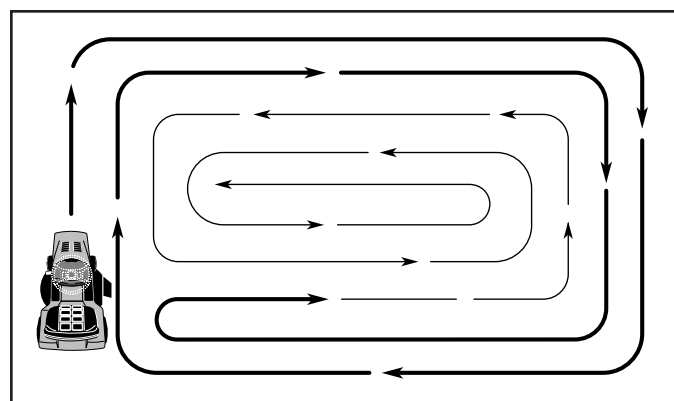

Fig. 13
- Al segar las áreas grandes, empiece girando a la derecha de modo que los recortes se descarguen, alejándose de los arbustos, cercos, entradas de automóviles, etc. Después de una o dos vueltas, siegue en la dirección opuesta, haciendo virajes a la izquierda, hasta que termine (Vea Fig 13).